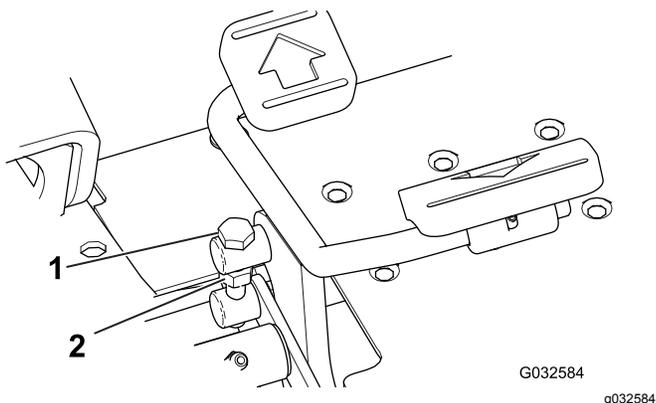

図 48
1. 走行ペダルの側面ついているトラニオンボルトのジャムナットをゆるめる 図 48。